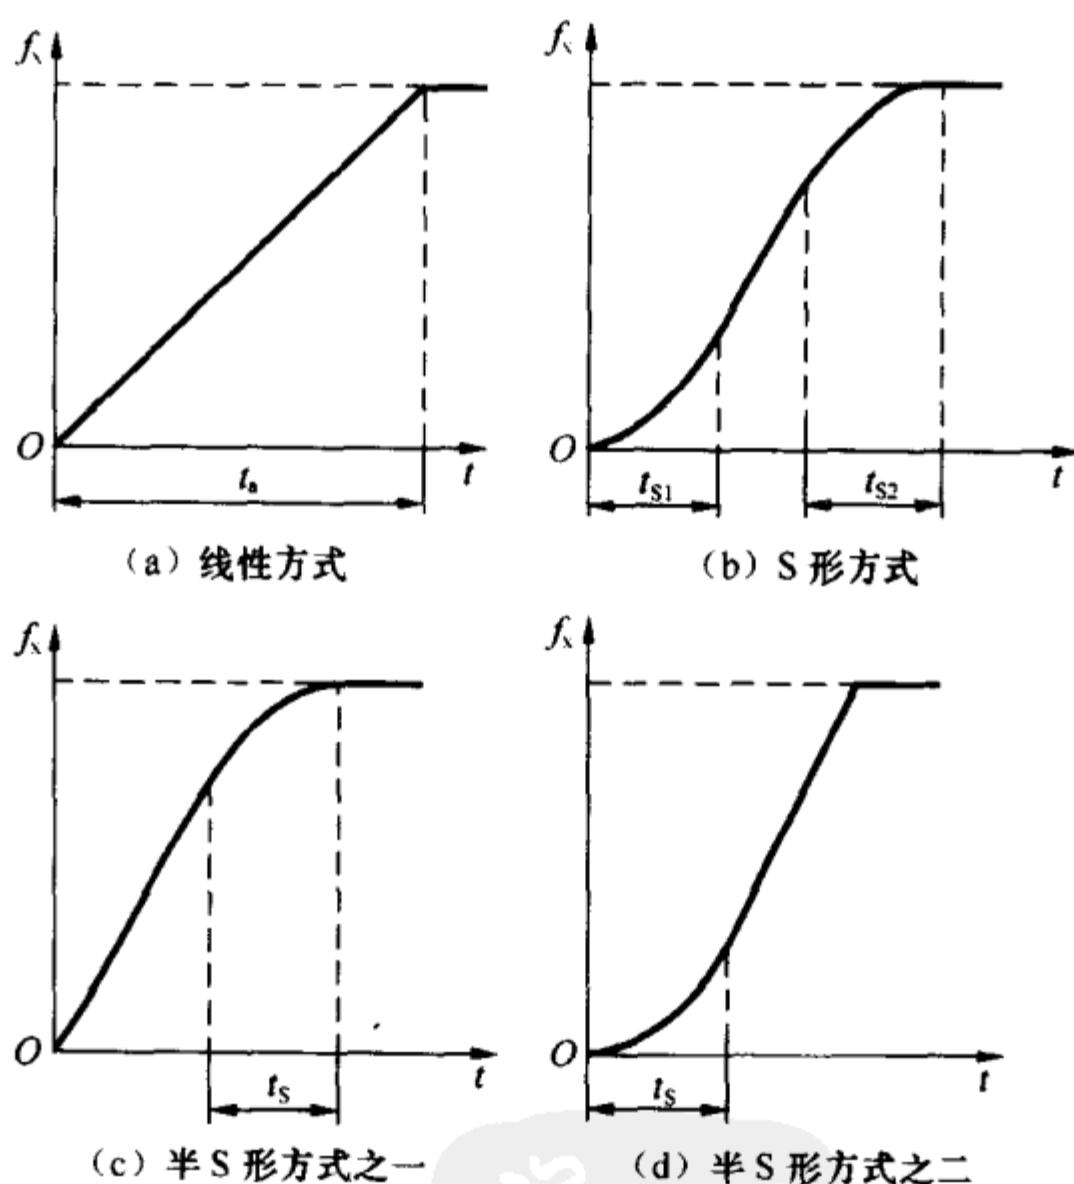

图 15 3 种主要的加速方式
(1) 线性方式。在起动加速过程中，变频器的输出频率与时间成线性关系，如图15(a)所示。大多数负载都可以选用线性方式。
(2) S形方式。在加速的起始阶段和终止阶段，变频器输出频率的上升较缓，加速过程呈S形，如图15(b)所示。在起、停阶段
(3) 半 S 形方式。在加速的初始阶段或终止阶段按线性方式加速，而在终止阶段或初始阶段按 S 形方式加速，如图 15(c) 和 (d) 所示。对于诸如风机类平方转矩负载，由于低速时负载较轻，故可按线性方式加速，以缩短加速过程；高速时负载较重，加速过程应减缓，以减小加速时的电流，因此可选用图 15(c) 所示方式。对于惯性较大的负载，则可选用图 15(d) 方式。